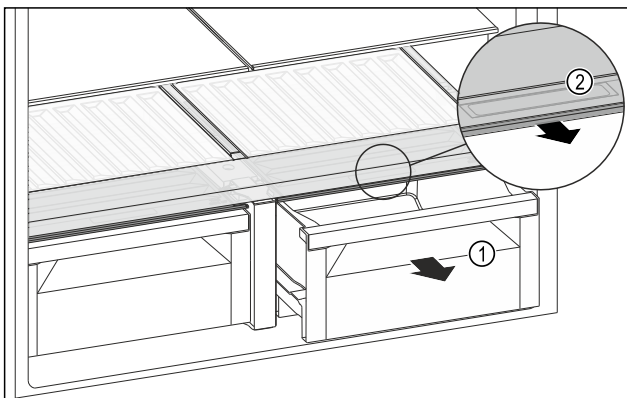

Fig. 129
- Retirer le tiroir Fig. 129 (1).
- Saisir la poignée encastrée Fig. 129 (2) du couvercle du compartiment et tirer le couvercle du compartiment par l'avant.